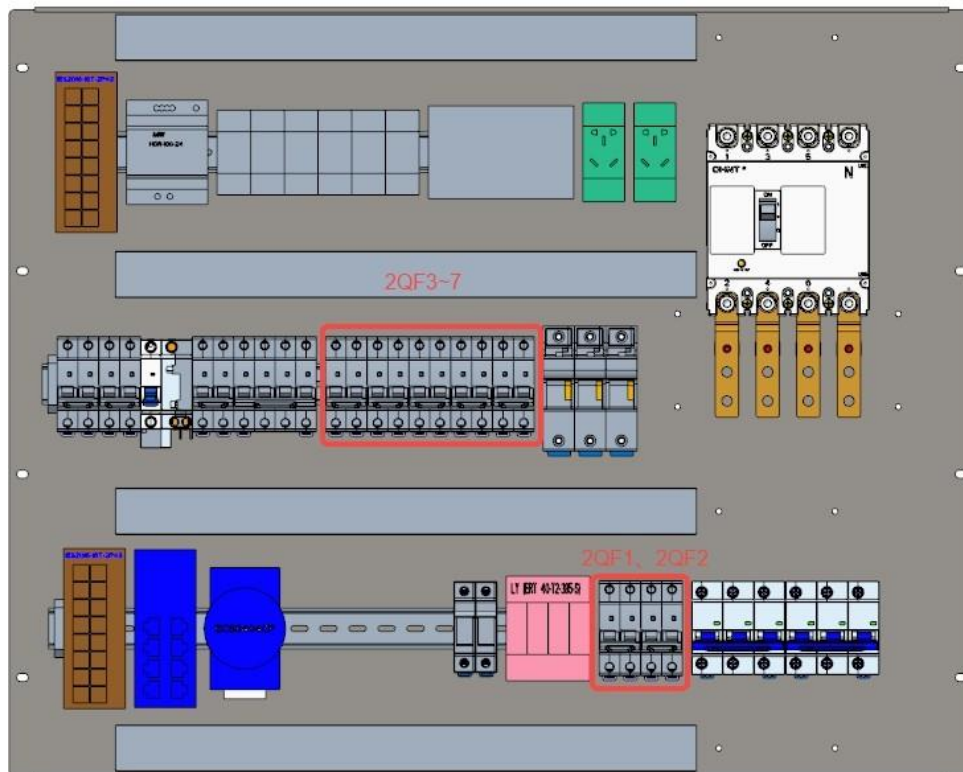

Figura 5-2 Cierre el microinterruptor 2QF1-2QF7
3. Desconecte el microinterruptor 2QF1-2QF5 en la unidad de distribución. Véase la figura 5-2.